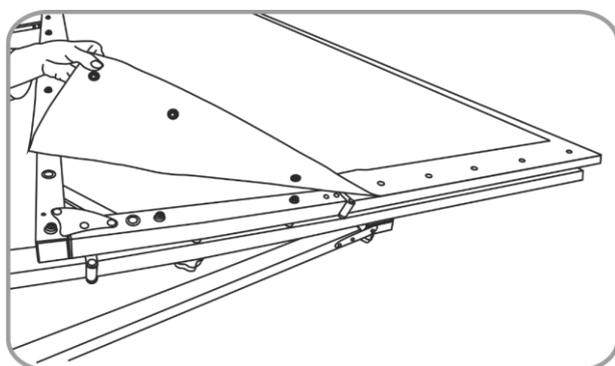
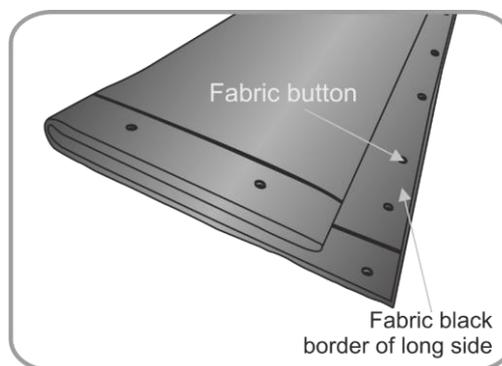

Fig. 13
Fig. 14
02) Quite la tela de la estructura soltando los botones (Fig. 13). Limpie la tela si fuera necesario. Pliegue la tela una vez por los lados cortos (Fig. 14) y luego vuélvala a plegar una vez más (Fig. 15-16). Deje el ribete negro sin cubrir para evitar que se produzcan arañazos en la tela. Lleve a cabo este paso con la ayuda de otra persona. Se necesitan 2 técnicos.